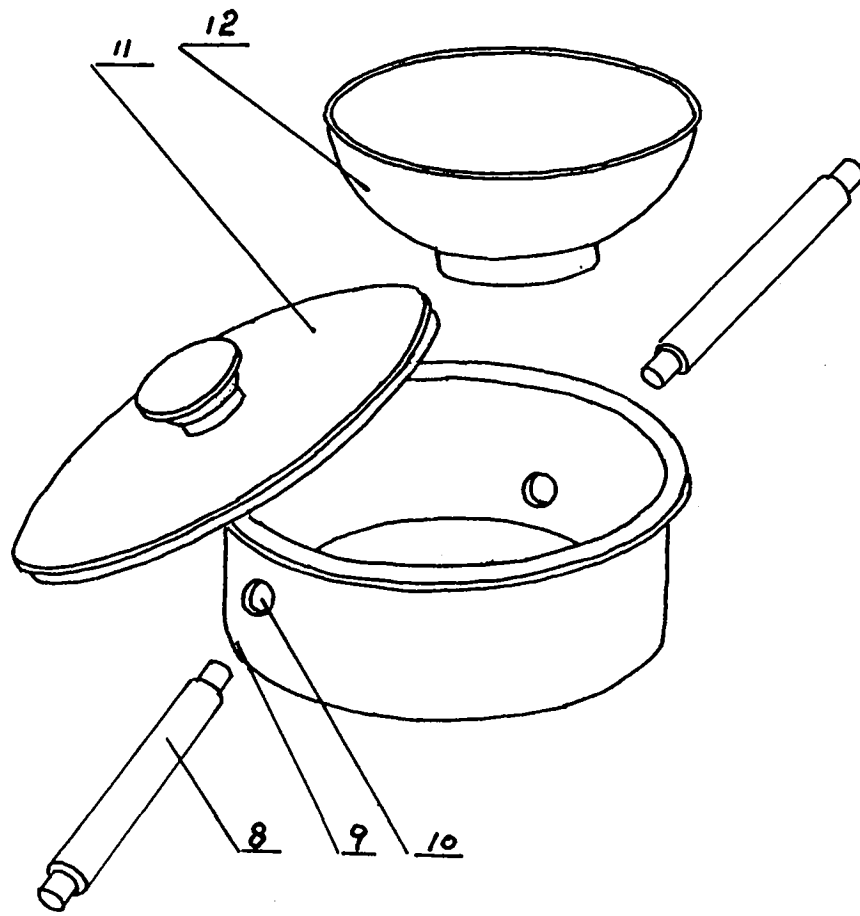

图 2
权利要求书 1 页 说明书 2 页 附图 2 页
[0008] 图 2 是本实用新型实施例的储水盘及配套部件位置关系图。
(13) 上端分别与储水盘 (9) 两边的连接管 (8) 相连, 加热腔 (3) 上下两头有上腔口 (5) 和下腔口 (2), 加热管 (4) 位于加热腔 (3) 内, 其下端连接电源线 (1)。
[0011] 在图 2 所示的实施例中, 储水盘 (9) 侧边有可套入连接管 (8) 的连接孔 (10)。